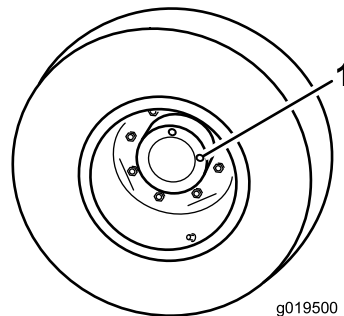

Figure 14
1. Amenez la machine sur une surface plane et horizontale, tournez la roue de sorte qu'un bouchon de contrôle (Figure 14) soit à la position 12 heures et l'autre à la position 3 heures.
1. Bouchon de contrôle/vidange (2)
- Retirez le bouchon qui est à la position 3 heures (Figure 14). Le niveau d'huile doit atteindre le bas de l'orifice de contrôle.